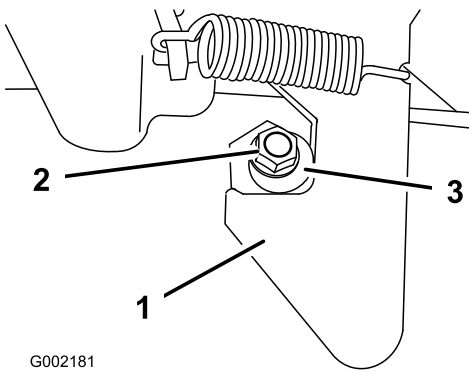

Figure 21
2. Abaissez lentement l'avant du plateau jusqu'à ce que le verrou touche l'ergot de verrouillage (Figure 21).
4. Desserrez le contre-écrou au bout de l'ergot de verrouillage (Figure 21).
5. Tournez l'ergot de verrouillage dans le sens horaire jusqu'à ce qu'il soit bien serré contre la partie en crochet du verrou (Figure 21).